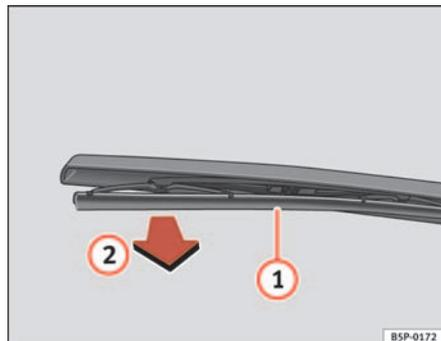

Fig. 166 Remplacement du balai d'essuie-glace arrière
⇒ fig. 166.
- Déboîtez le balai ① et tirez dessus ② ⇒ fig. 166.